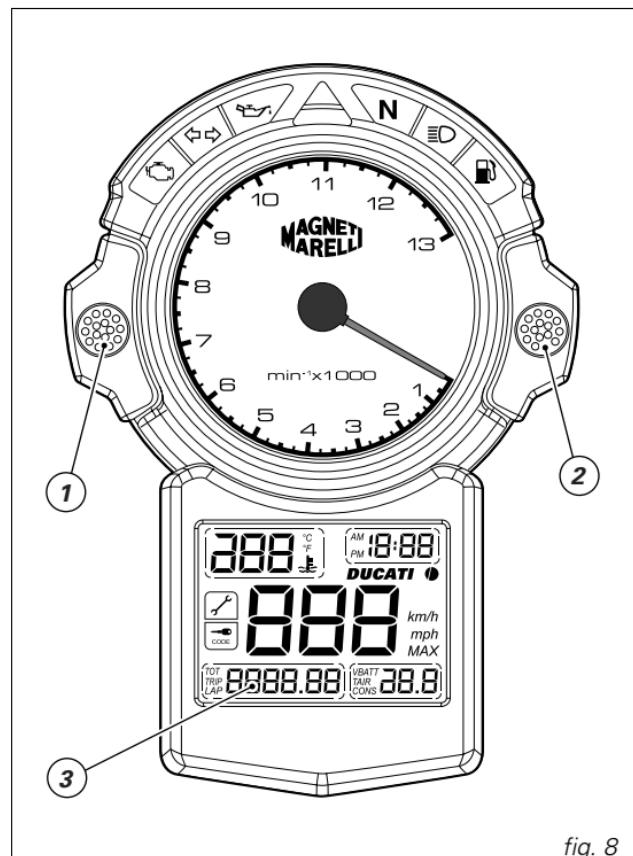

fig. 8
Appuyer sur le bouton (1, fig. 8) pendant au moins 2 secondes. Sélectionner AM/PM en appuyant sur le bouton (2, fig. 8). Appuyer sur le bouton (1) pour valider le choix et passer au réglage de l'heure.
Sélectionner la visualisation TRIP sur l'afficheur (3, fig. 8). Appuyer sur le bouton (2) pendant 2 secondes au moins pour remettre le totalisateur partiel à zéro.
La centrale électronique signale automatiquement au tableau de bord le modèle et l'unité de mesure à afficher ; pour forcer la modification de ces paramètres, tourner la clé de contact de la position OFF à la position ON et appuyer simultanément sur les boutons (1, fig. 8) et (2, fig. 8). Appuyer sur le bouton (1) pour faire défiler en séquence tous les paramètres possibles.